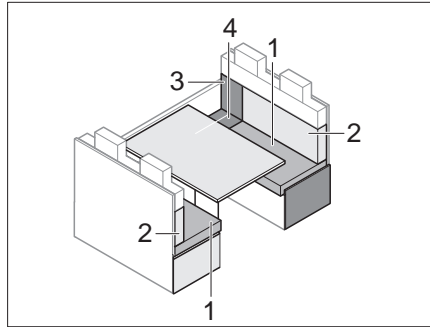

Bild 153 Vor dem Umbau
- Rückenpolster (Bild 153,2) entfernen und zur Seite legen.